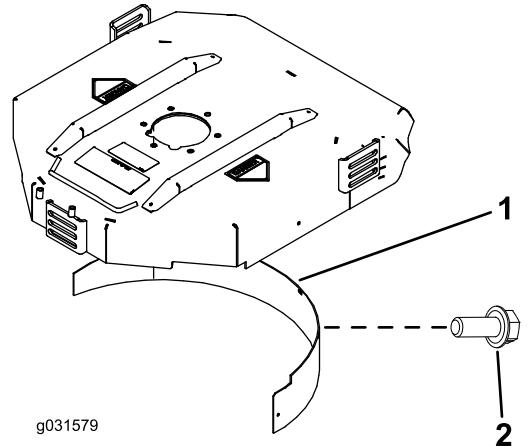

Figure 4
- Montez le déflecteur de déchiquetage dans l'ouverture arrière et fixez-le avec 5 boulons à embase (Figure 4).